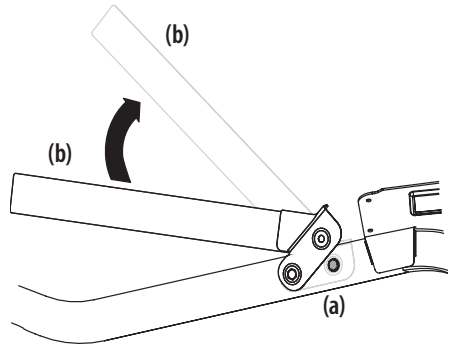

Figure 3
1. Retirez les deux boulons (a) partiellement installés sur le châssis. Voir Figure 3.
2. Tournez l'arceau (b) pour le mettre en position, Voir Figure 3.